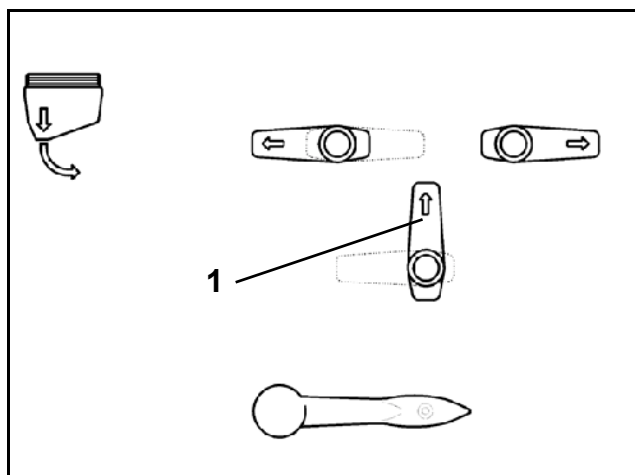

Fig. 7.10
- Ramenez le robinet multi-voies (7.10/1) sur la position souhaitée Fig. 7.10.